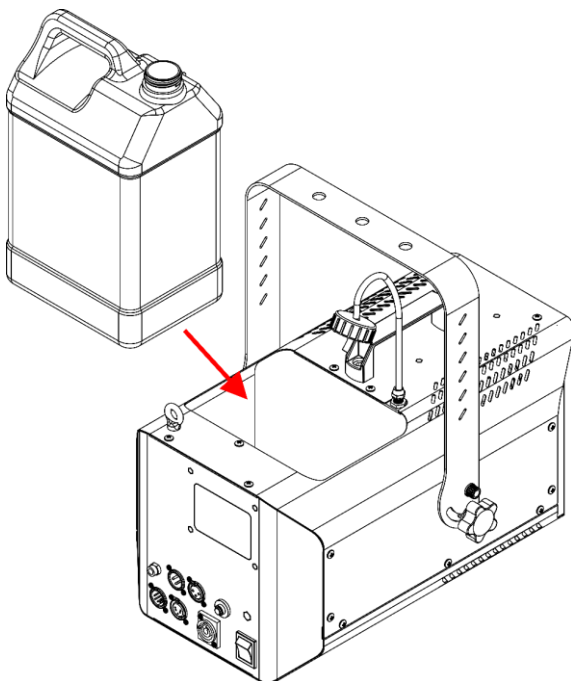

Fig. 12
07) Vuelva a colocar el depósito de líquido en el dispositivo, como se muestra en la Fig. 12.